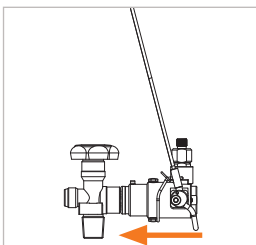

Abbildung 9
- ▶ Stecken Sie den Adapter gerade und locker, bis zum merkbaren Dichtungskontakt in das Flaschenventil ein (Abbildung 9). Dadurch wird eine Beschädigung der Frontdichtung durch eventuell scharfe Kanten am Flaschenventil vorgebeugt und das richtige Anschließen gewährleistet.